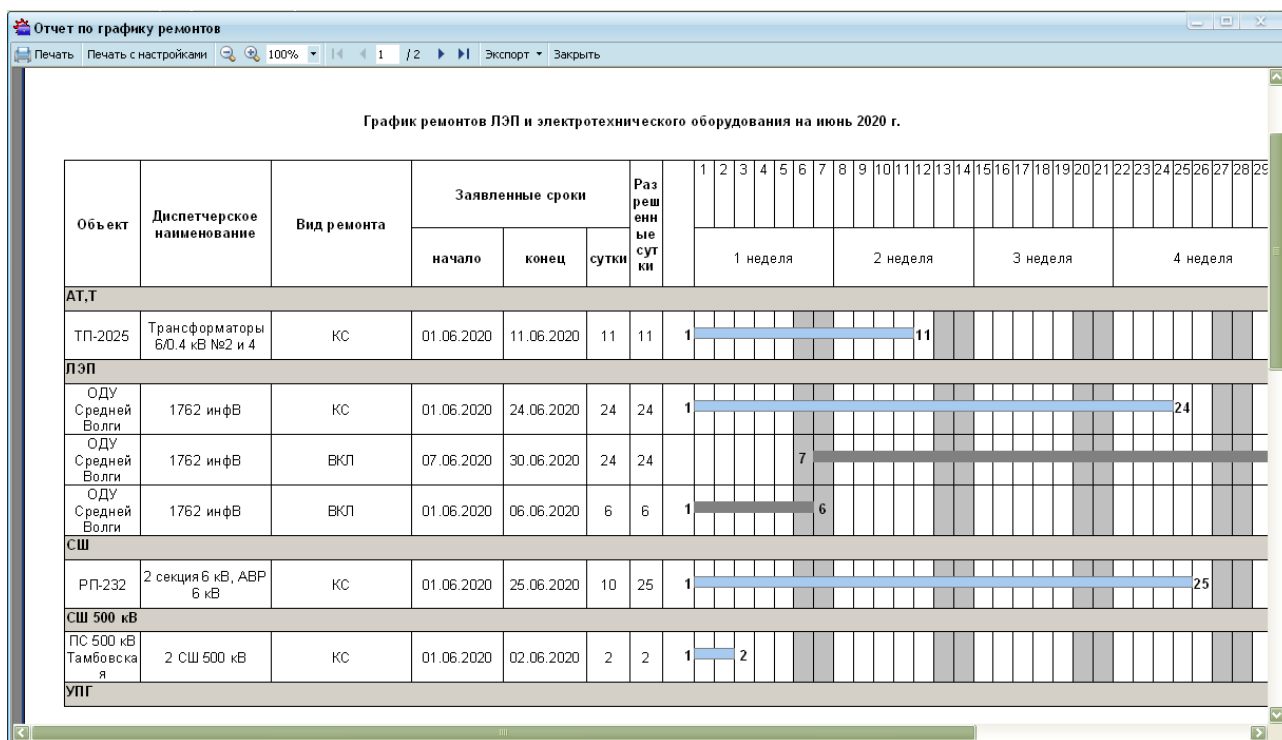

Рисунок 10.185 – Отчет «График ремонтов с диаграммой»
- отчет «График ремонтов с диаграммой» (Рисунок 10.185). Для формирования отчета необходимо выбрать пункт «График ремонтов с диаграммой» из раскрывающегося списка по кнопке « Отчеты» на панели инструментов;